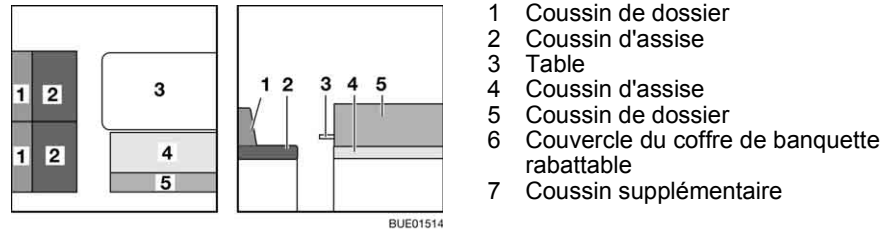

Fig. 138 Avant la transformation
- Convertir la table (Fig. 138,3) en sommier de lit (voir paragraphe 6.11).
- Retirer les coussins de dossier (Fig. 138,1 et Fig. 138,5) et les coussins d'assise (Fig. 138,2) et les poser de côté.